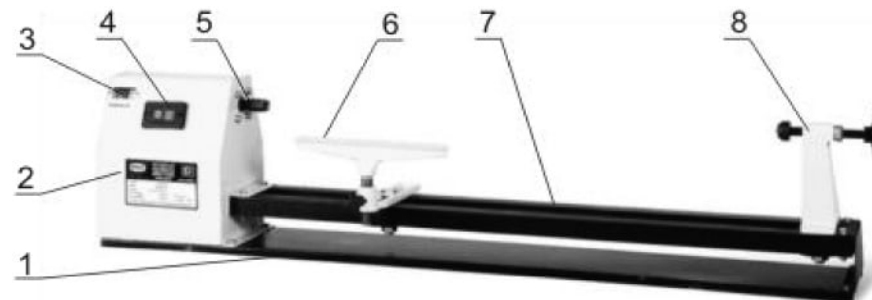

Рисунок 2.
3.3 Основные детали и узлы оборудования (см. рис. 2).
3.4 Краткое описание конструкции оборудования. (см. рис. 2)